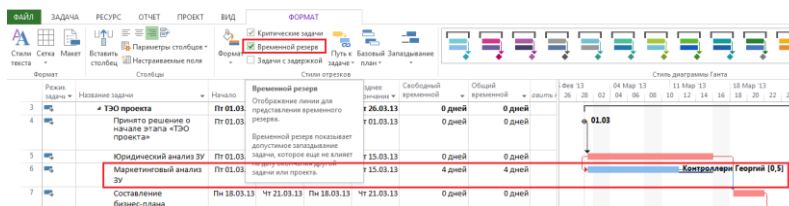

Рисунок 8.6 – Резервы в проекте
3. Перейти на закладку «Формат» и области «Стили отрезков» поставить галочки «Критические задачи» и «Временной резерв», Рисунок 8.6.
Рисунок 8.6 показывает критические задачи выделенные красным цветом, и не критические задачи, выделенные синим цветом. У не критических задач имеется общий и/или свободный временной резерв.